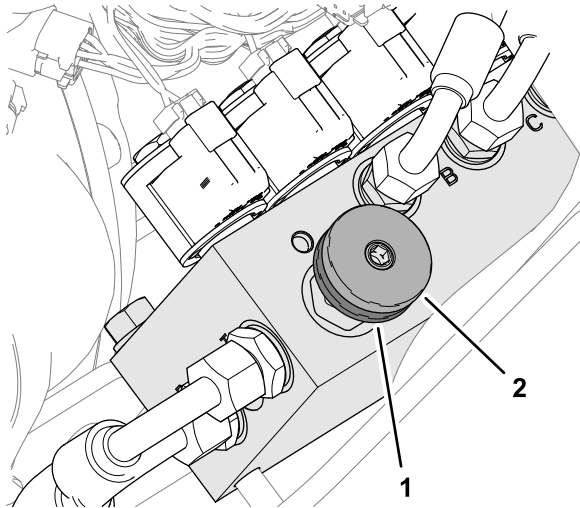

Figura 37
Para engatar a transferência de peso: A quantidade de peso transferido pode ser alterada para se adequar às condições de operação rodando o volante de transferência de peso (Figura 37) da seguinte forma:
1. Desenrosque a porca de bloqueio da válvula $\frac{1}{2}$ volta no sentido contrário ao dos ponteiros do relógio e segure (Figura 37).
2. Rode o volante da válvula (Figura 37) no sentido contrário ao dos ponteiros do relógio para reduzir a transferência de peso ou no sentido dos ponteiros do relógio para aumentar a transferência de peso.